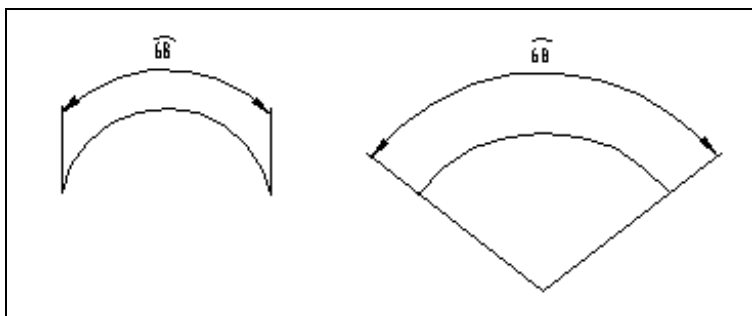

Рис. 11.31. Построение размера дуги
- ♦ задайте ЛК мыши положение размерного числа. Размер построен, но в этом случае направление выносных линий направлено параллельно радиусу, проведенному в середину дуги (рис. 11.31);